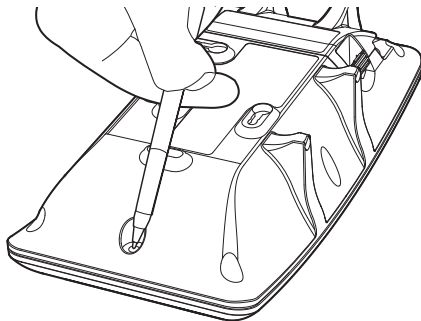

Fig. 5
2. Druk met een pen of iets dergelijks kort op de inregelknop, die zich in een rond gat aan de achterkant van de Low Frequency Sounder bevindt, en laat deze los, zoals getoond (Fig. 5.)
1. Druk met een ballpoint of iets dergelijks kort op de inregelknop, die zich in een rond gat aan de achterkant van de Low Frequency Sounder bevindt, en laat deze los, zoals getoond (Fig. 5.) Als u op deze knop drukt zullen de twee rode alarm-LED's aan de voorkant van de Low Frequency Sounder oplichten.